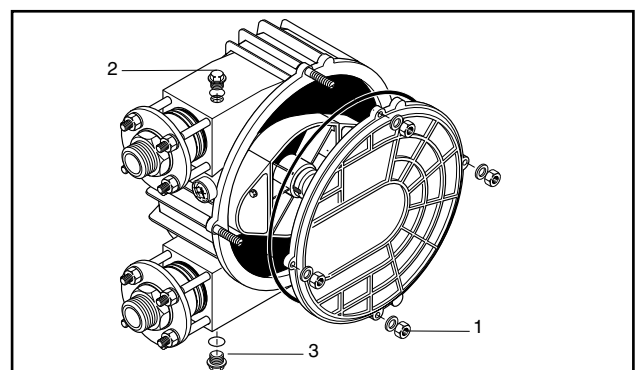

Fig. 27 Pump head
3. Unscrew plug (item 2, Fig. 27), unscrew cap from oil drain valve (item 3, Fig. 27) and drain lubricating fluid into a container.
4. Pumpendeckel und O-Ring nach dem Abschrauben der 4 Deckelmuttern (Pos. 1, Abb. 27) abnehmen und Rest-Gleitflüssigkeit aus dem Pumpengehäuse in das Auffanggefäß ablaufen lassen.